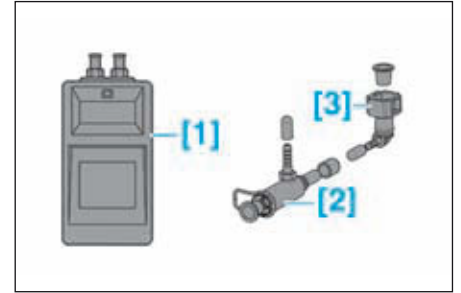

FIG.36
- [1]. Contrôleur de pression (référence : 1602) (Fig.36).